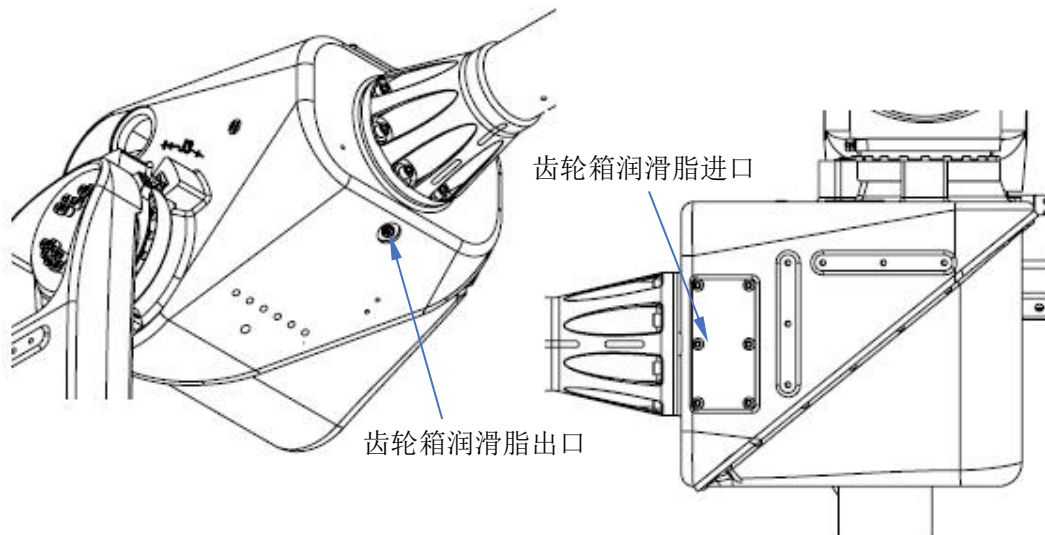

图 4.4 更换润滑油，齿轮箱
- 4) 移去齿轮箱上面盖板和下方润滑油排口内六角螺塞 M10X1，见图 4.4。